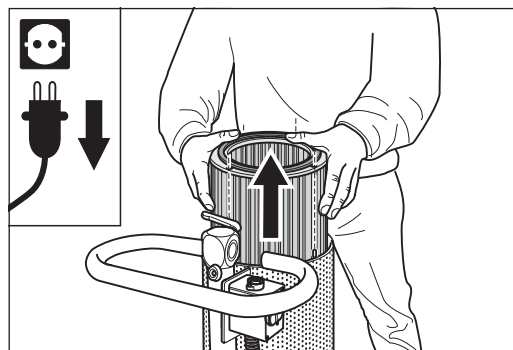

Abb. 73 Die Filterpatrone senkrecht nach oben aus dem Staubabscheider ziehen.
- 9 Ziehen Sie die Filterpatrone senkrecht nach oben aus dem Staubabscheider (Abb. 73). Reinigen Sie die Filterpatrone oder verwenden Sie zum Zusammenbau eine neue Filterpatrone.